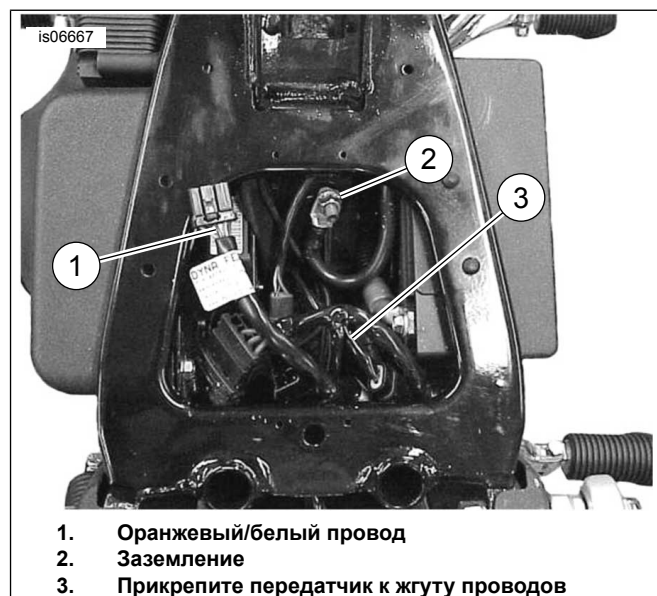

Рисунок 3. Установка передатчика (модель Dyna)
2. См. Рисунок 3 . С помощью стяжек кабеля прикрепите передатчик к жгуту проводов модели Dyna (3), расположенному под сиденьем возле отсека аккумуляторной батареи. Протяните провода передатчика вперед вдоль правой стороны рамы.